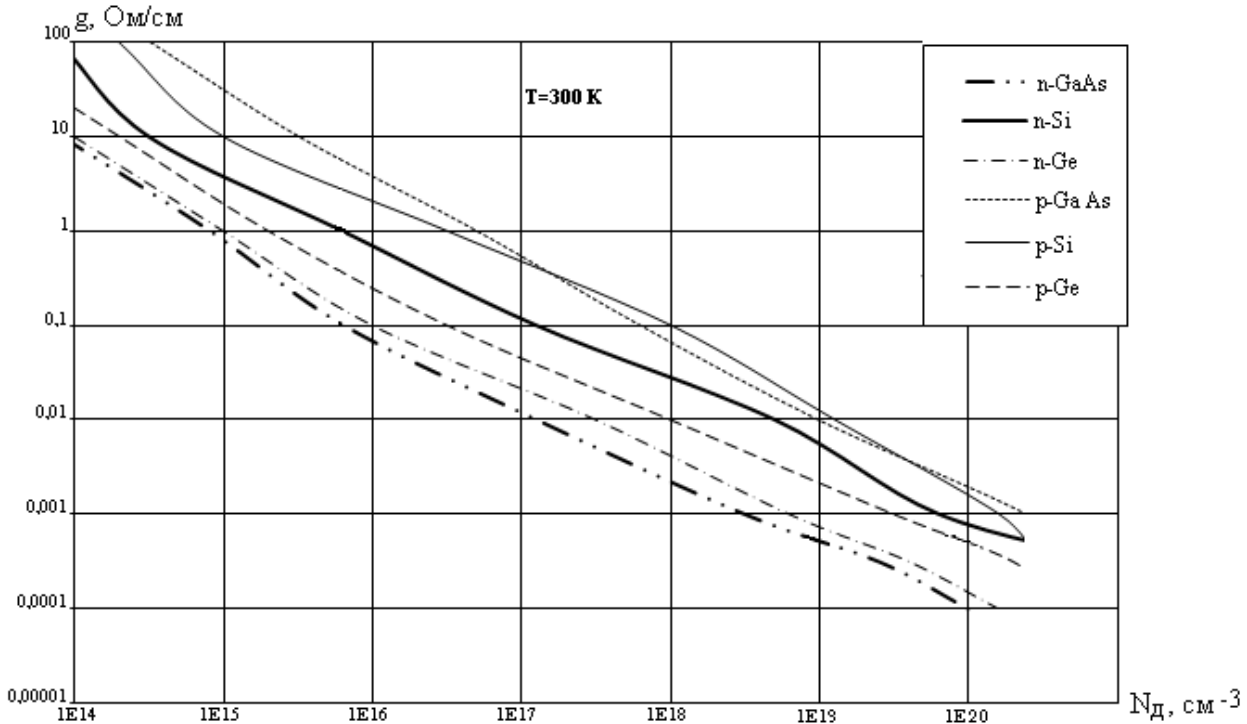

Рисунок 2.1 – Графики для определения удельного сопротивления полупроводника
ρ – удельное сопротивление полупроводника, зависит от концентрации донорской примеси и определяется по графикам (рисунок 2.1)
1. Сопротивление канала $R_{си}$ рассчитать по формуле 2.8, предварительно определив удельное сопротивление канала ρ по графику (рисунок 2.1)